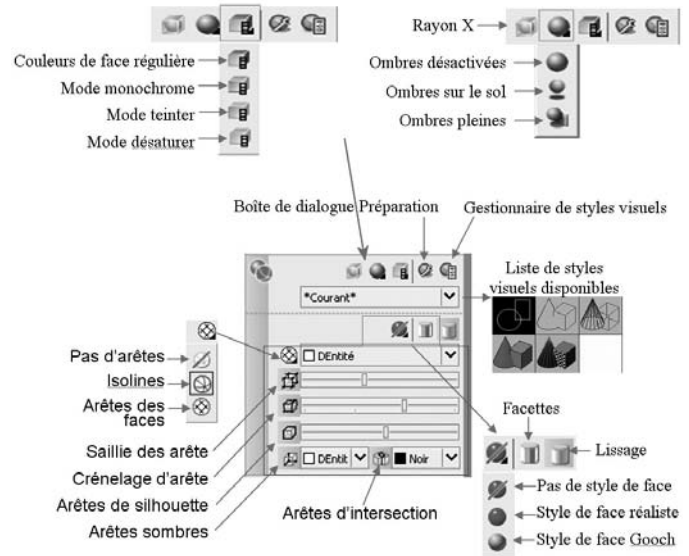

Fig.22.18
- 2 Modifiez les paramètres tels qu'illustré dans la figure 22.18. Ces paramètres sont identiques à ceux détaillés au point à la page 608.